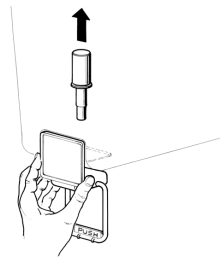

figura 3
**6 Rubinetto a gravità:** sfilare il pistone e quindi smontare la leva comando rubinetto (vedere figura 3).